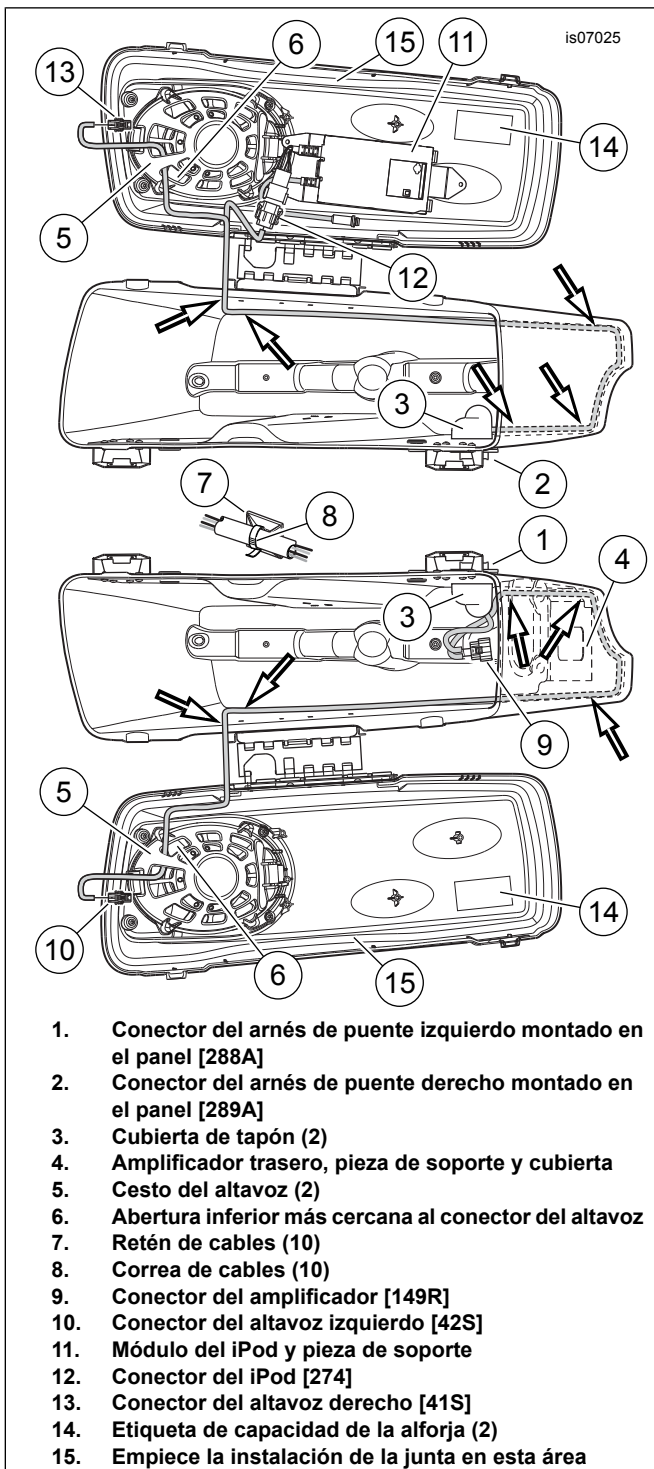

Figura 8. Colocación del arnés dentro de las alforjas
- Empiece la instalación de la junta en el centro del lado interior de la tapa, opuesto a la bisagra (vea la Figura 8, artículo 15).
3. Vea Figura 8. Instale la cubierta de tapón (3) sobre el conector montado en el panel (1) y el arnés de puente desde el **interior** de la alforja. Inserte dos tornillos a través del reborde del conector y la pared de la alforja y dentro de los agujeros con rosca de la cubierta de tapón. Apriete a 3,95–4,52 N·m (35–40 in-lbs).
5. Pase el conector [42S] a través de la abertura inferior (6) del cesto del altavoz (5) más cercana al conector del altavoz y conéctelo al conector del altavoz.
6. Tome cinco retenes de cables (7) y cinco correas de cables (8) del kit. Quite el forro del respaldo adhesivo de cada retén de cables y fíjelos a las paredes interiores de la alforja, aproximadamente a 25 mm (1 in) por encima del fondo de la alforja, como se muestra. Sujete el arnés de puente a los retenes de cables con correas de cables.
- Vea Figura 8. Coloque **ambos** ramales del arnés hacia abajo, luego hacia atrás alrededor de la pared del lado exterior y hacia arriba delante del sujetador de la tapa de la alforja hacia la tapa de la alforja.
2. Pase el conector [42S] (artículo 13) a través de la abertura inferior (6) del cesto del altavoz (5) más cercana al conector del altavoz y conéctelo al conector del altavoz .
3. Sujete cinco retenes de cables (7) a las paredes interiores de la alforja, aproximadamente 25 mm (1 in) arriba de la parte inferior de la alforja, como se muestra. Sujete el arnés de puente a los retenes de cables con correas de cables (8).